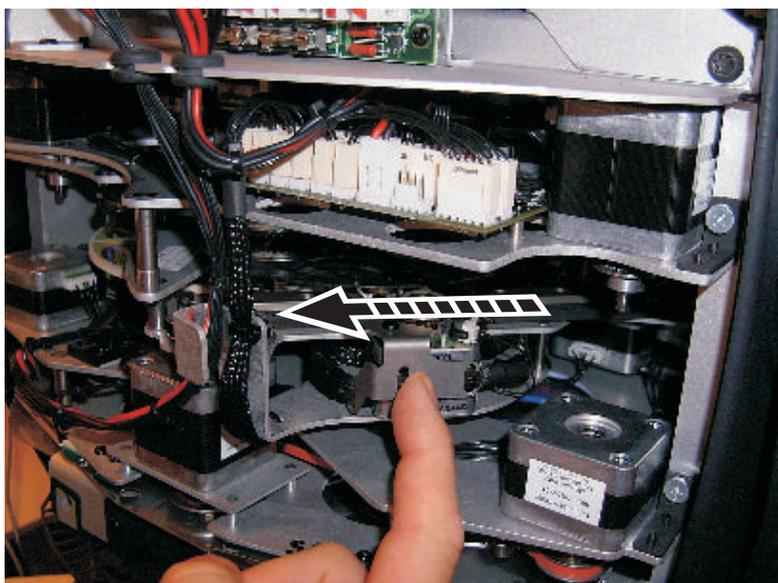

Figure 23: Accès à la roue d'animation
3. Voir Figure 23. Approchez la roue du haut de la tête en tirant sont chariot avec un doigt.
2. Déplacez la roue d'animation aussi loin que possible vers le haut de la tête et tirant sur son chariot d'entraînement (Figure 23 en page 34). La roue d'animation est en verre. Ne forcez pas dessus pour ne pas la casser, ce qui ne serait pas couvert par la garantie du produit.